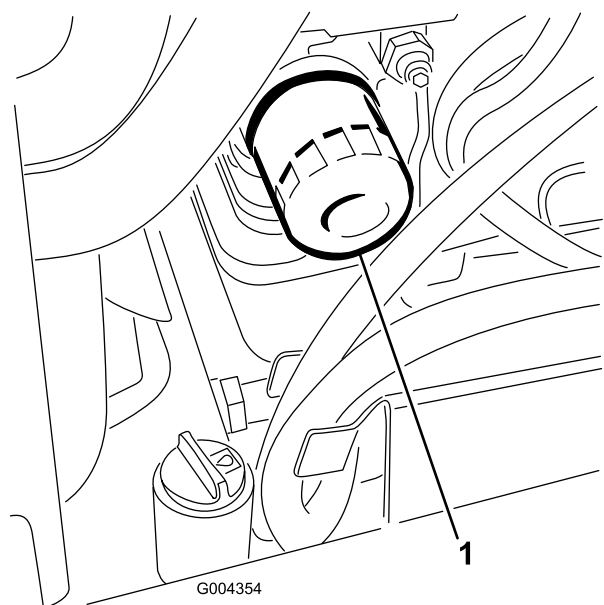

Рисунок 44
3. Извлеките масляный фильтр (Рисунок 44).